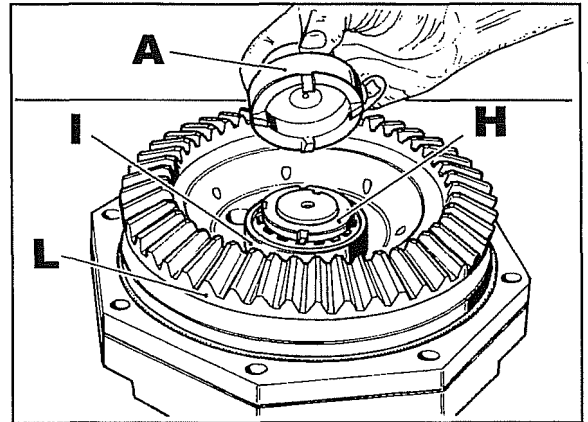

Abb. 23
- 33 Mit dem Spezialwerkzeug **A** Abb. 23 die Ringmutter **H** entfernen. Mit einem handelsüblichen Abzieher das Lager **I** entfernen und dann den Zahnkranz **L** abziehen.
- Der Ringmutter **H** Abb. 23 mit entsprechender Ringmutter sind zu ersetzen. Beim Wiedereinbau nicht vergessen, die neue Ringmutter mit **12 kgm** anzuziehen und dann die Unterlegscheibe zu biegen und die Ringmutter selbst zu punzieren.